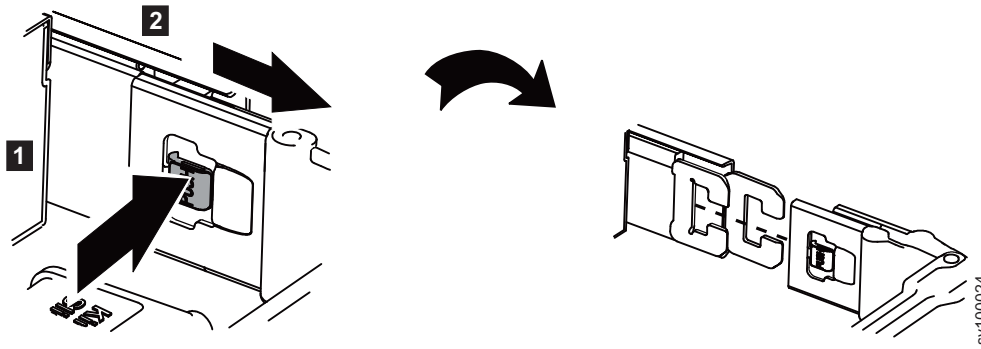

図 6. ケーブル・マネジメント・アームの内部メンバーの切り離し
5. 16 ページの図 6 に示すように内部メンバーを切り離します。
- a. 「プッシュ」 ボタンを押します (1)。
- b. ケーブル・マネジメント・アームのプラグイン部分を引き出します (2)。